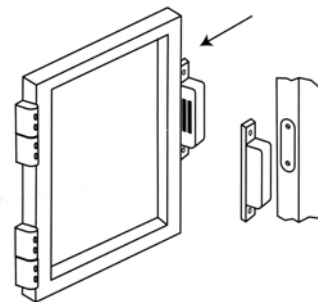

Рис. 5
- При помощи петли и магнитной защелки (рис. 5)